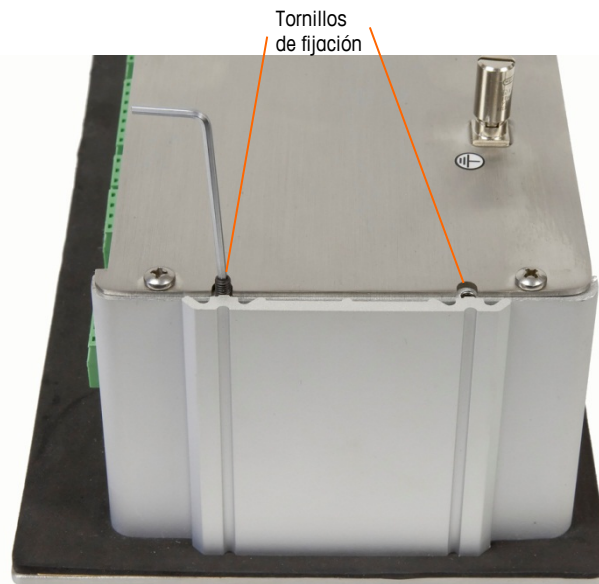

Figura 3-8: Soporte de retención instalado
7. Fije el terminal al panel al insertar los soportes de retención en los canales laterales de la caja del IND560x e instalar los cuatro tornillos Allen como se muestra en la Figura 3-8. Los cuatro tornillos deben apretarse a 0.55 Nm (5 libras-pulgada).